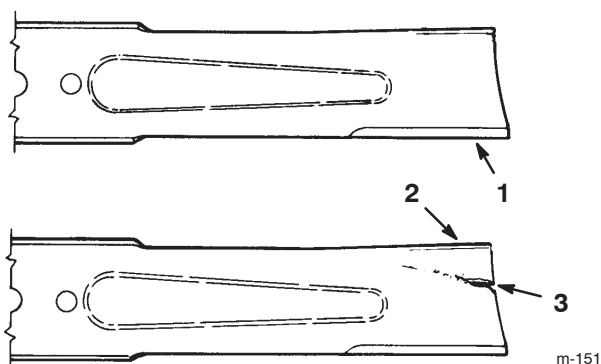

Figure 27
1. Inspectez les tranchants des lames (Fig. 27). Si elle n'est pas tranchante ou si elle présente des indentations, déposez et aiguisiez la lame (voir Aiguisage des lames, page 30).
2. Inspectez la lame, surtout la partie incurvée (Fig. 27). Remplacez immédiatement toute lame endommagée, usée ou qui présente une entaille (Fig. 27).